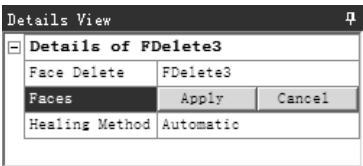

图 3.4.28 “Details View” 对话框
- 步骤 02** 选择命令。选择 **Create** → **Face Delete** 命令，弹出图 3.4.28 所示的 “Details View” 对话框。